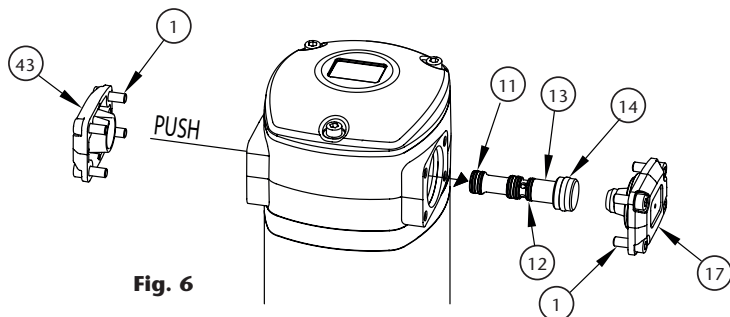

Fig. 6
DISTRIBUIDOR DE AIRE (FIG. 6)
1. Desenrosque los 4 tornillos (1) de la tapa (17) y retírela.
2. Desenrosque los 4 tornillos (1) de la tapa (43) y retírela.
3. Con ayuda de un útil de plástico, golpeando suavemente la corredera (13) por el lado de su menor diámetro a través del motor (fig. 6), extraer la corredera (13).
4. Sustituya las juntas de corredera (4x11), (12) y (14), o bien sustituya la corredera (13) completa con sus juntas ya instaladas de fábrica (kit 539505). Ésta es la opción recomendada para asegurar que las juntas estén correctamente instaladas.